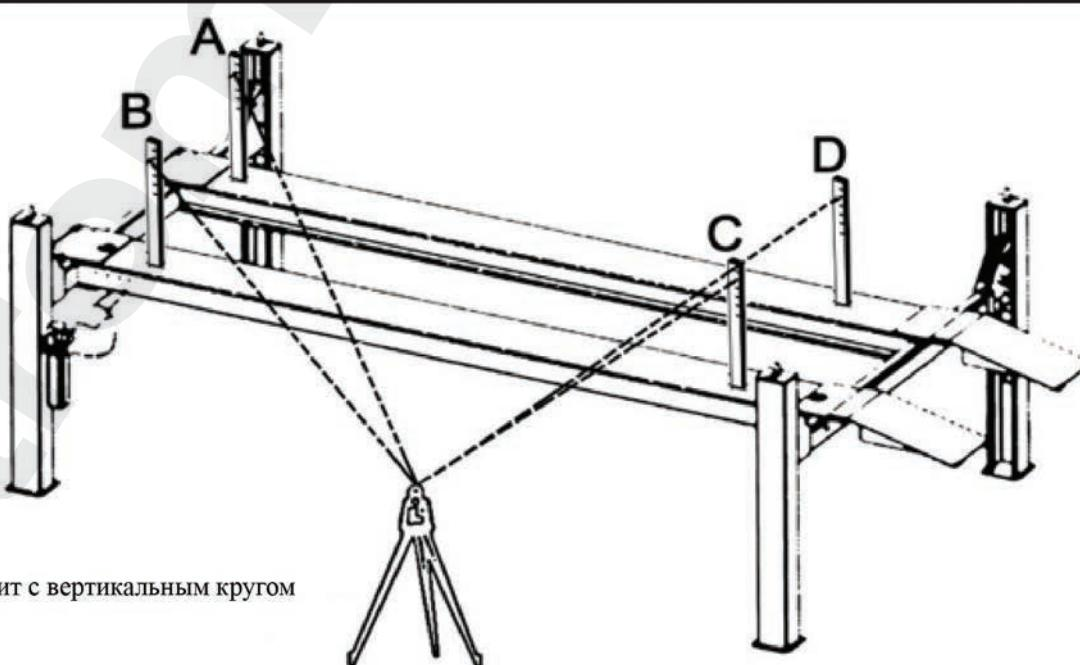

Рис. 17.1
1. Установив теодолит с вертикальным кругом в таком месте мастерской, откуда видны все четыре конца платформы, определите уровень (см. рис. 17.1).
4. Разместите мишень теодолита на правом переднем углу платформы (см. рис. 17.1).
5. Начиная с точки «А», направляйте теодолит на мишень и отмечайте числовое значение или градус на шкале мишени, который совпадает с визирной линией теодолита (см. рис. 17.1). Примечание: Используйте карандаш, разметочный карандаш или прицепите зажим для бумаги на шкале мишени напротив визирной линии.
6. После этого уберите мишень и поместите ее на точку «В» на платформе (см. рис. 17.1).
8. Подкрутите гайку регулировки стопорной пластины сверху стойки «В» так, чтобы визирная линия теодолита совпадала с соответствующей отметкой на шкале мишени (см. рис. 17.1).
9. Повторите вышеуказанную процедуру, помещая мишень на точки «С» и «Д» и соответственно регулируя положение стопорных пластин на каждой стойке так, чтобы отметка на шкале мишени совпадала с визирной линией теодолита. По завершении данной операции платформы будут выровнены на всех четырех точках (см. рис. 17.1).